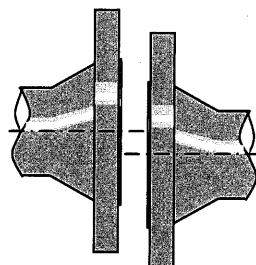

図2 軸差がある
- ・相対するフランジの軸差があると、ガスケットが正しい位置にセッティングできないため修正して下さい。(図2参照)